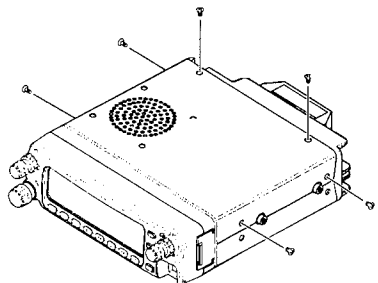

Figure 1
- Débrancher le -micro et tous les câbles. Retourner l'appareil la face du dessous vers le haut. En vous reportant à la figure 1, dévisser les 6 vis qui main-